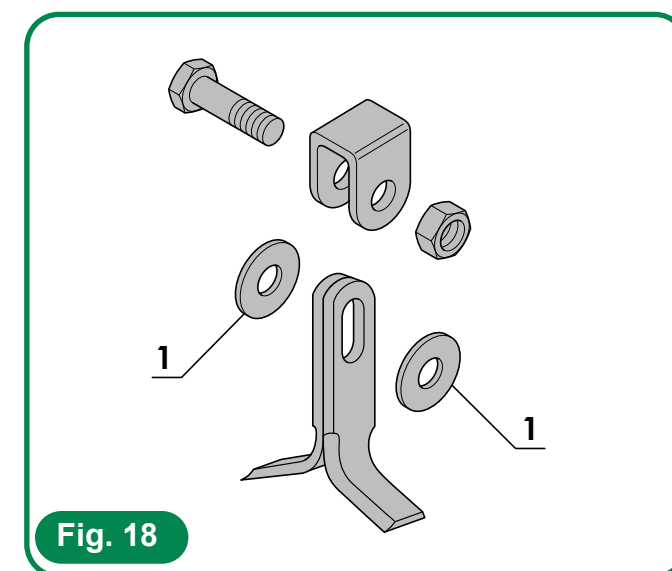
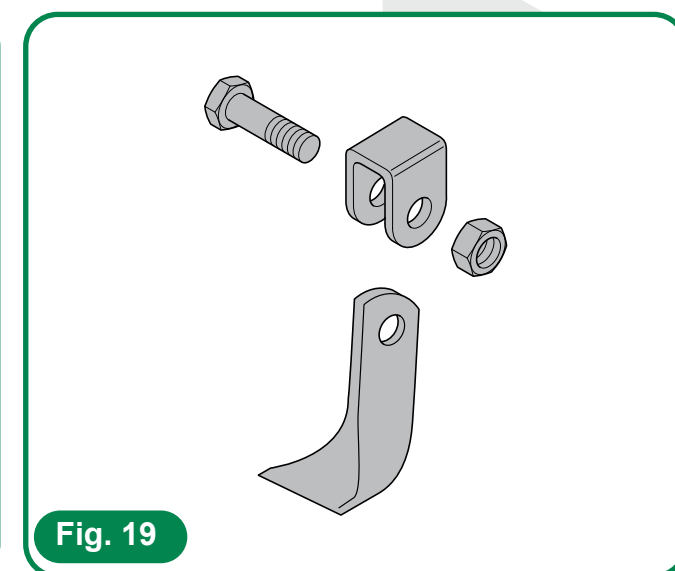

Fig. 18
Fig. 19
Vid byte av knivar typ "Y" (fig. 18) mor knivar av typ "skovel" (fig. 19) ska du inte montera mellanläggen (1).